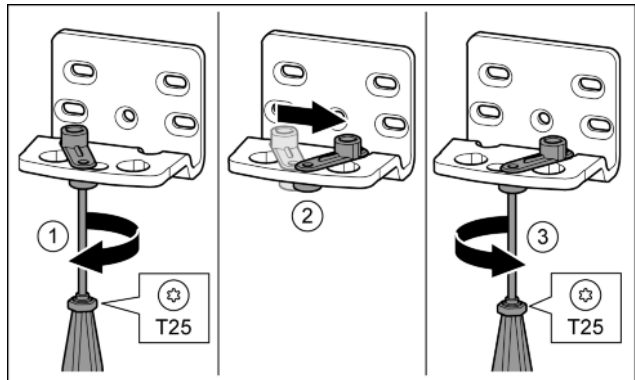

Fig. 12
- ▶ Lazán tekerje be a csavart a T25 csavarhúzóval. Fig. 12 (1)
- ▶ Emelje meg az ajtó záródását segítő egységet, és 90°-kal jobbra forgatva helyezze a furatba. Fig. 12 (2)
- ▶ Húzza meg a csavart a T25 csavarhúzóval. Fig. 12 (3)